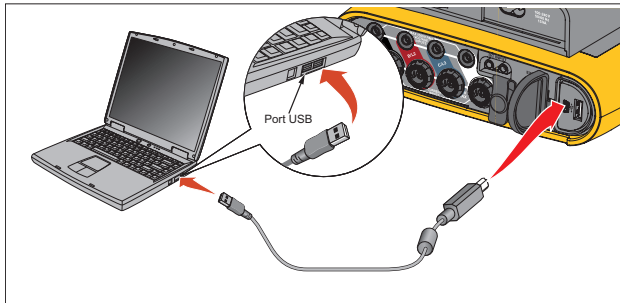

Figure 16. Raccordement de l'enregistreur de qualité d'énergie au PC
3. Branchez le câble USB aux ports USB de l'ordinateur et du Logger. Voir la Figure 16.